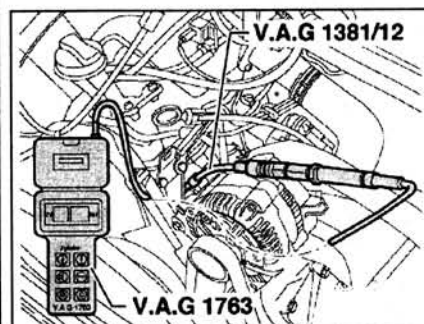

Рис. 2.108. Проверка компрессии.
5. Вкрутите переходник V.A.G 1381/12 в отверстие под свечу накаливания (рис. 2.108). Проверьте давление компрессии с помощью тестера V.A.G 1381 или V.A.G 1763.